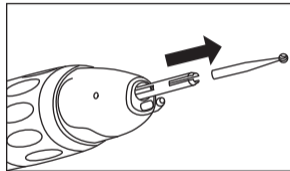

Fig. 7
2) Retirez la fraise (Fig. 7).